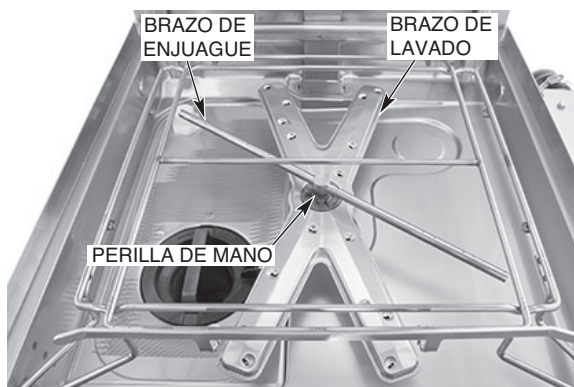

Fig. 24
7. Asegúrese de que los brazos de lavado y enjuague superior e inferior (Figs. 24, 25) giren libremente y estén libres de cualquier obstrucción. Si no es así, retire los brazos y elimine cualquier obstrucción. Consulte la sección Mantenimiento, página 35.